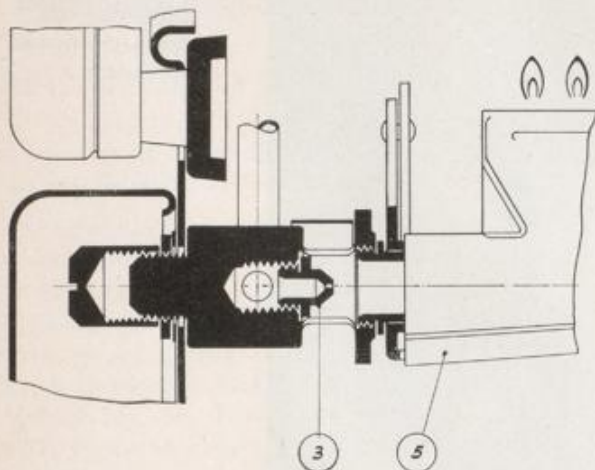

Abbildung 3
Einseitiges Backen ist ein sicheres Zeichen dafür, daß eine der beiden Backofendüsen (3) verschmutzt ist. In diesem Falle sind die Schwenkbrenner (5) zu entfernen und die Backofendüsen (3) mit einem feinen Kupferdraht zu säubern. (Siehe Abb. 3)